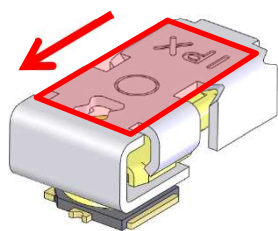

Fig. 8
- ① 下記赤色で示す面に指を当て、矢印の方向にスライドさせます。(Fig. 8)